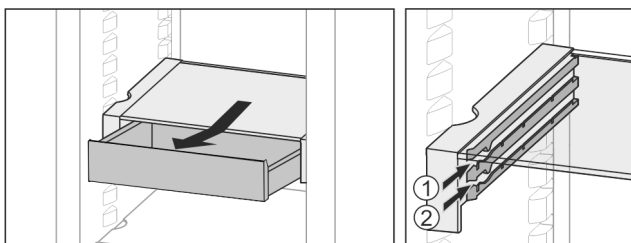

Fig. 21
- ▶ Umetnite je na željenu visinu Fig. 21 (1) ili Fig. 21 (2).